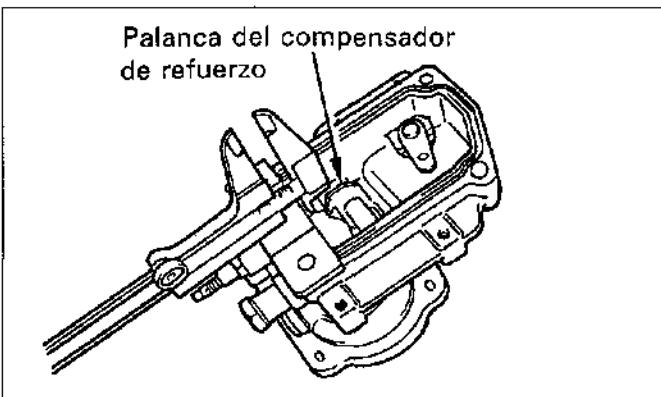

Figura.14-70
3) Con la varilla de empuje presionada a fondo (con el resorte del compensador de refuerzo extraído), gire la varilla de empuje de modo que la distancia L_2 (desde la superficie del accesorio de medición al extremo de la palanca del compensador de refuerzo) corresponda con la distancia especificada. (Vea la figura.14-70)